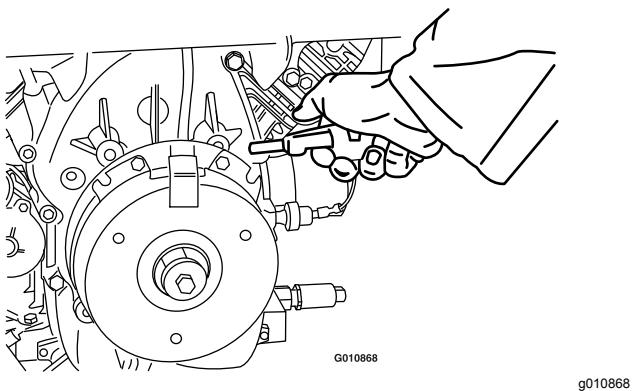

Figure 72
2. Soufflez de l'air comprimé sous le pôle et autour des entretoises du frein pour éliminer tout débris (Figure 72).